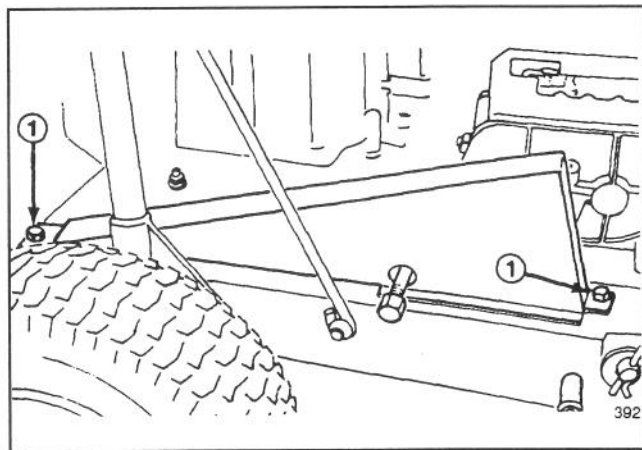

Fig. 18
1. Rimuovete le due viti che fissano il copricatena allo chassis del trattore, e togliete quest'ultimo (Fig. 18).